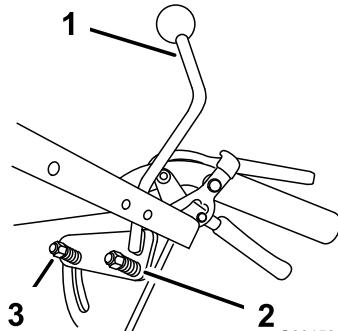

Figure 35
**Remarque:** Si le point mort n'est pas constant, vérifiez que les deux ressorts sont bien serrés sur le levier de commande de vitesse sous la console, en particulier le ressort de pivot arrière. Répétez les réglages ci-dessus au besoin (Figure 35).